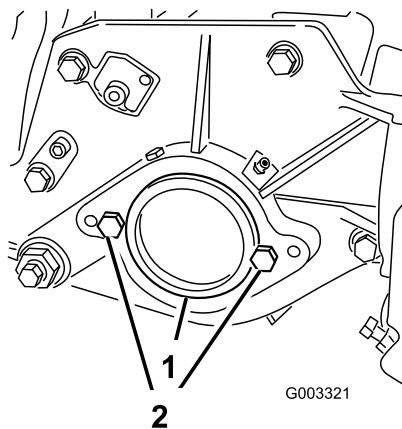

Bild 7
2. Nehmen Sie rechts am Mähwerk den Plastikstöpsel vom Lagergehäuse ab (Bild 7).
3. Nehmen Sie die zwei Kopfschrauben von der rechten Seitenplatte ab (Bild 7).
1. Plastikstöpsel 2. Kopfschraube (2)
5. Schrauben Sie die zwei Befestigungsschrauben für den Spindelmotor lose an der linken Seitenplatte des Mähwerks fest (Bild 7).